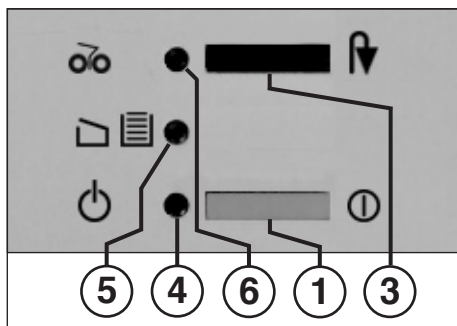

Fig. 1
#### 1 = Drukschakelaar (Fig. 1)
#### 3 = Drukschakelaar (Fig. 1)
#### 4 = Controlelampje (Fig. 1)
#### 5 = Controlelampje (Fig. 1)
#### 6 = Controlelampje (Fig. 1)
- Machine met de drukschakelaar (1) (Fig. 1) inschakelen. Controlelampje (4) (Fig. 1) gaat branden.
Wanneer de opvangzak vol is, schakelt de machine uit. Het controlelampje "Opvangzak vol" / "Deur open" (5) (Fig. 1) knippert. Ten teken dat het snijmechanisme gestopt is, gaat tevens het controlelampje "Papieropstopping" / "Stop" (6) aan.
- Verschuifbaar frame met opvangzak naar binnen duwen en de deur sluiten. Het controlelampje (5) (fig. 1) gaat uit.
- Druk kort op de drukschakelaar "Achteruit" / "Stop" (3). Het snijmechanisme versnipperd het papier dat in de toevoergleuf is achtergebleven en schakelt vervolgens uit. Het controlelampje (6) gaat uit. Nu kan men doorgaan met versnipperen.